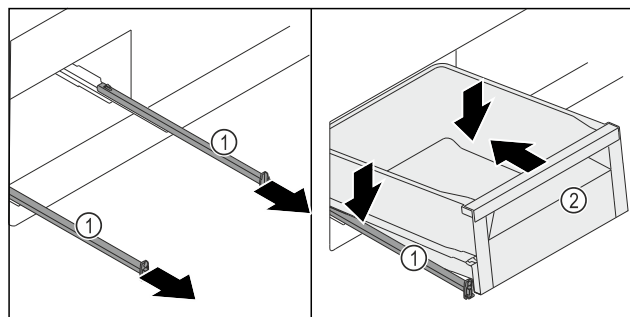

Fig. 124
- Estrarre le guide Fig. 124 (1).
- Mantenere fisse le guide Fig. 124 (1) e posizionare il cassetto Fig. 124 (2) in posizione obliqua inserendolo dall'alto sulle guide Fig. 124 (1).
- Inserire il cassetto Fig. 124 (2) sulle guide Fig. 124 (1) spingendolo all'indietro fino a battuta.